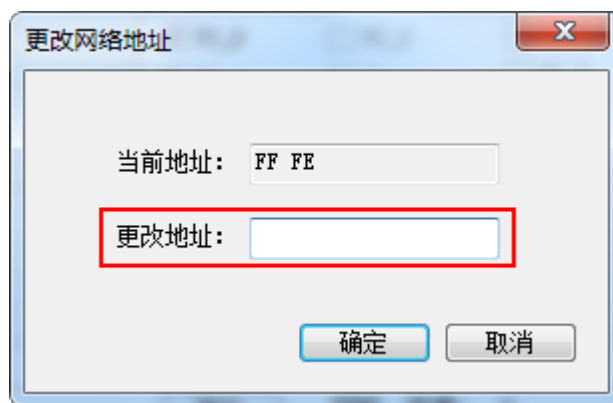
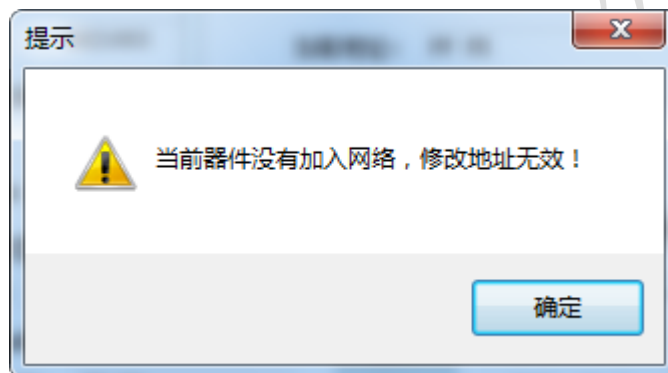

图 16 更改网络地址
图 17 提示
点击网络地址后的**更改**按钮, 便会弹出更改网络对话框如图 16 所示。
- 在图 16 中，在更改地址一栏中输入你想要更改的网络地址，这里输入的数据都是 16 进制。输入完成后点击**确定**按钮。如果当前没有加入网络，而更改网络地址，则会弹出如图 17 所示的提示对话框，说明其更改失败。